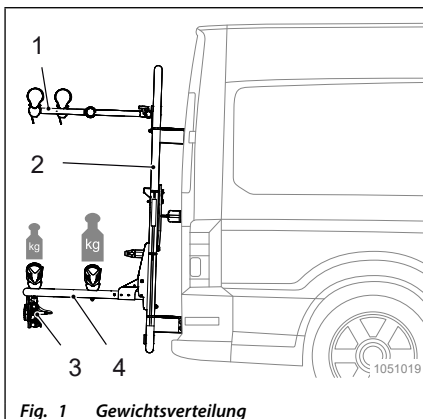

Fig. 1 Gewichtsverteilung
- Achten Sie beim Beladen des Trägersystems unbedingt auf die Gewichtsverteilung. Das schwerste Fahrrad muss der Fahrzeugrückwand am nächsten sein (Fig. 1).